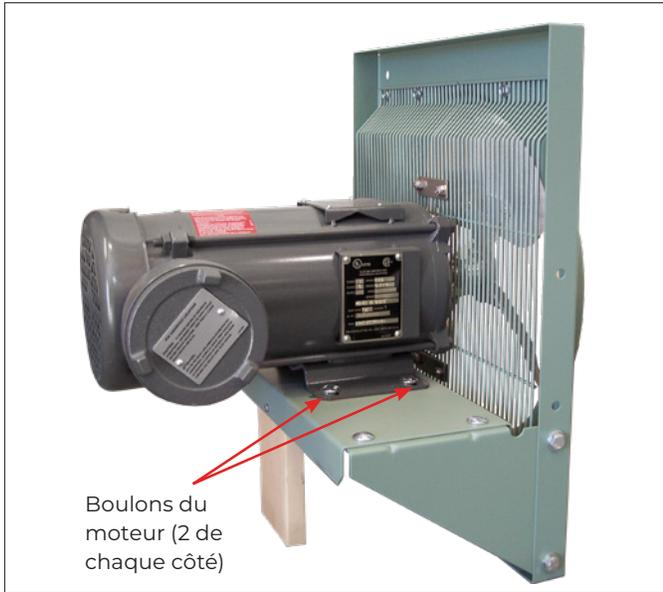

Figure 4
2. Retirer les boulons (4) et les écrous qui maintiennent le moteur au support à moteur (voir Figure 4, page 22).